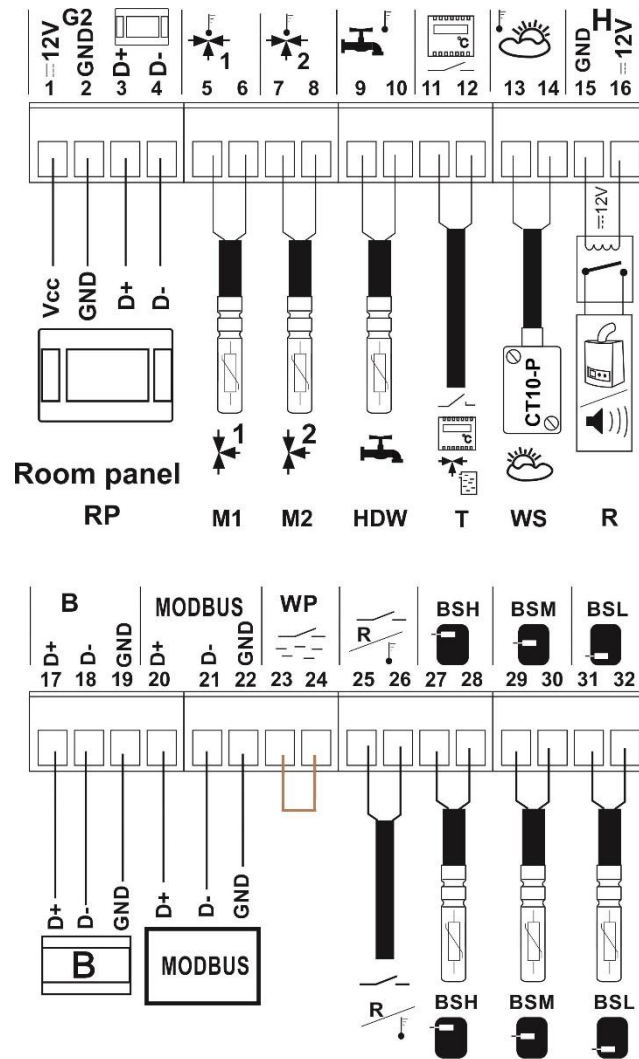

Abbildung 20: Verdrahtungsschema der Sensoren und des Raumbediengeräts
Der Sensor wird über ein Kabel mit einem Mindestquerschnitt von 0,5 mm2 und einer maximalen Länge von 25 m angeschlossen. Die Polarität der Drähte ist nicht wichtig. Schließen Sie das freie Ende des Kabels an die Klemmen 13-14 (siehe Abbildung 20) an der linken Wand des Steuergehäuses an.
- den MIX-Temperatursensor an der linken Wand des Steuerschranks anschließen (siehe Abbildung 20)
Schließen Sie den Thermostat an die Klemmen 11-12 (Abbildung 20) an der linken Wand des Reglerschranks an. Nach der Installation muss der Raumthermostat im Menü für die Steuerung der gemischten Heizkreise aktiviert werden: